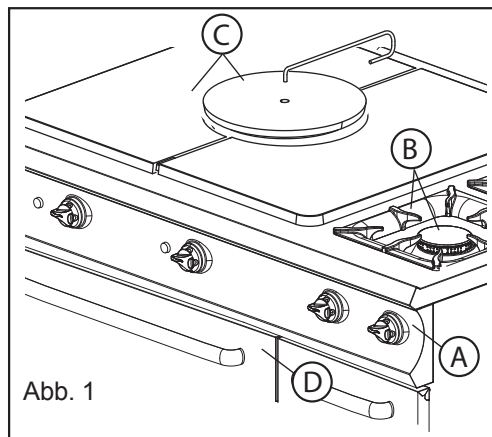

Abb. 1
- Den dem Gerät vorgeschalteten Absperrhahn schließen (Abb. 1);
- Den dem Gerät vorgeschalteten Absperrhahn schließen (Abb. 1).
- Die Zünddüse (Abb. 1) durch eine Düse austauschen, die der gemäß der Referenztabelle ausgewählten Gasart entspricht.
- Die Einspritzdüse (Abb. 1) durch eine Düse austauschen, die der gemäß der Referenztabelle ausgewählten Gasart entspricht.
- Die Befestigungsschraube lösen (Abb. 1).
- Wo erforderlich, den Abstand (X) mm der Buchse entsprechend der ausgewählten Gasart einstellen (siehe Gas-Referenztabelle).
- Mit den entsprechenden Werkzeugen die Weite der Öffnung des Pilotbrenners regeln (Abb. 1) um folgende Maße zu erhalten:
2. Entfernen Sie die Brennerroste, Brennerdeckel und Brenner (Abb. 1/A Brenner 5,5 / 7 kW - Abb. 1/B Brenner 11 kW)
1. Bauen Sie die Blende und die Drehknöpfe ab (Abb. 1/A)
2. **Herd:** entfernen Sie die Brennerroste und Brennerdeckel (Abb. 1/B)
**Glühplattenherd 980:** entfernen Sie die Mittelplatte (mit dem dafür vorgesehenen Haken) und die Seitenplatten (Abb. 1/C)
**Backofen:** öffnen Sie die Tür (Abb. 1/D)